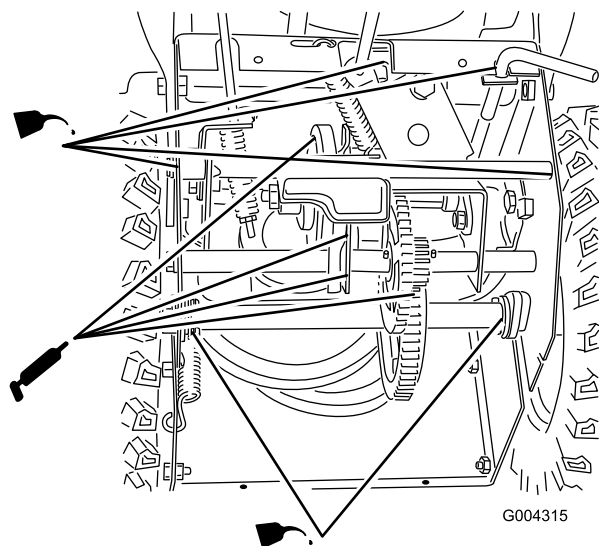

Figure 28
4. Lubrifiez légèrement la déneigeuse avec de l'huile légère comme illustré à la Figure 28.
6. Graissez la déneigeuse comme illustré à la Figure 28.